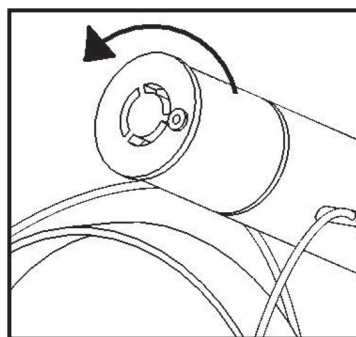

Figure 5. Retrait du Module illuminateur v600
- 4) Sortir l'ancien Module illuminateur du tube optique en le faisant tourner dans le sens contraire des aiguilles d'une montre comme illustré à la Figure 5 : Retrait du Module illuminateur v600.